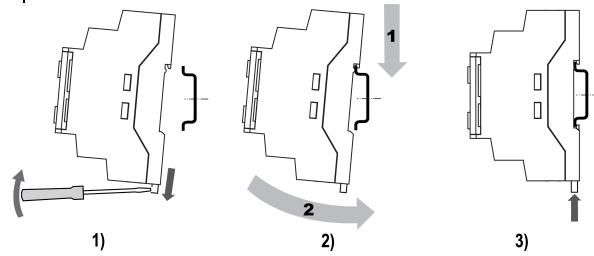

Рисунок 1 – Монтаж и демонтаж прибора
1. Подготовить на DIN-рейке место для установки прибора в соответствии с размерами прибора (см. рисунок 1, 2).
2. Вставив отвертку в проушину, оттянуть защелку (см. рисунок 1, 1). Прибор установить на DIN-рейку.
3. Прибор прижать к DIN-рейке (см. рисунок 1, 2, стрелки 1 и 2). Отверткой вернуть защелку в исходное положение.